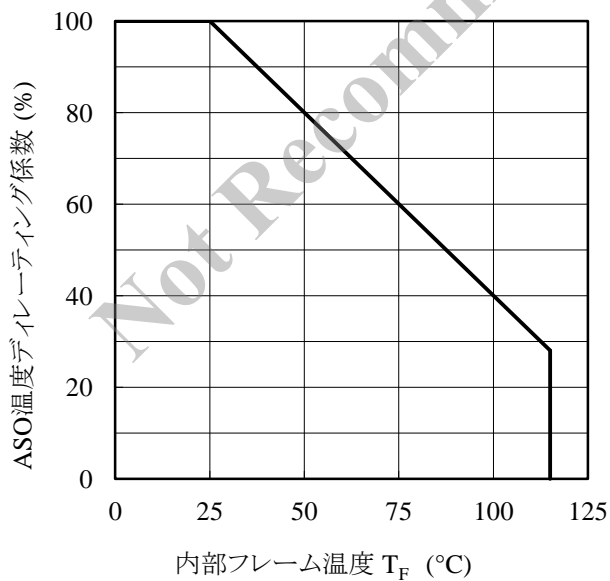

図 3-1 ASO 温度ディレーティング係数曲線
- ICを使用する際は、図 3-1 より温度ディレーティング係数を求め、ASO 曲線のディレーティングを行います